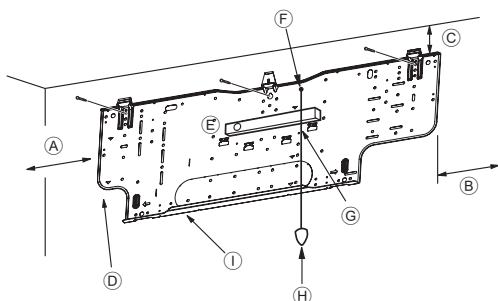
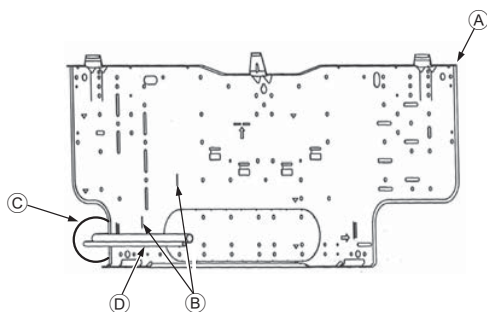

Fig. 3-4
Fig. 3-5
■ PKFY-P-NHMu-E (Fig. 3-4)
- ▲ Vis de fixation (4 × 35 mm, 1-3/8 inch) ②
- ▲ Plancher d'installation ①
3.3. Lors de l'insertion des tuyaux dans le mur (Fig. 3-5)